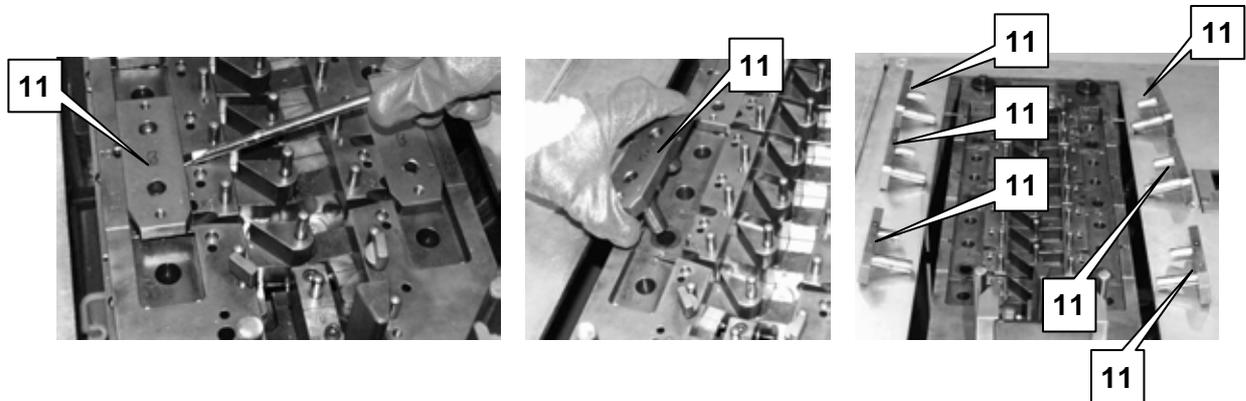

Figura 4.58 – Estrazione dei fulcri 3, 4 e 5
8.1 estrarre i fulcri 3, 4 e 5 **11** e posizionarli nel retro della macchina (figura 4.58);